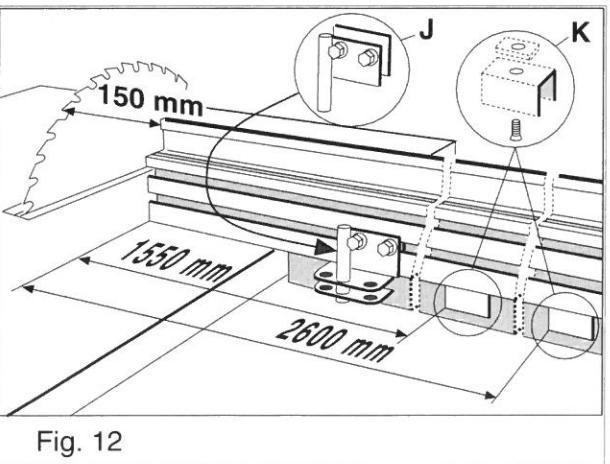

Fig. 12
- Monter to braketter **K** som vist i *fig. 12* ved å skyve mutteren inn i aluminiumsprofilen. Vær nøye med at brakettene monteres midt i sporet, henholdsvis **1550** og **2600 mm** fra enden nærmest sagen, slik at anholdet ikke bøyes ved montering.
- Monter braketten **J** som vist i *fig. 12* ved å skyve mutteren inn i aluminiumsprofilen. Monter anholdet på det faste rullebordet ved å senke anholdet ned på sidevangen. For at målebåndet skal vise riktig stilles sagbladet i kappstilling **0°**, og avstanden mellom sagbladets tenner og anholdet justeres til **150 mm**. Brakettens skruer trekkes til. Bruk materialstopperen og kontroller at innstillingen er riktig ved å foreta en prøvekapping.